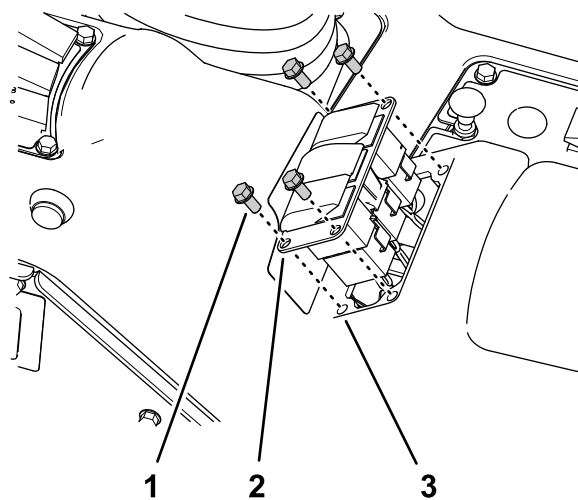

图31
- 卸下将 3 开关面板固定至控制台的 4 个凸缘头螺丝 1/4 x 1/2 英寸 图31。
- 从开关的 8 针接头断开标有喷洒率开关的机器线束 8 插槽接头 图31。
- 将开关塞对准从中取出喷洒率开关的 3 开关面板开口 图31。
- 将开关塞插入 3 开关面板直至其牢固卡入面板 图31。